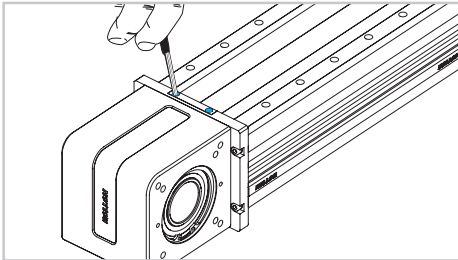

Fig. 5
- 4) Libérer la bande de protection en démontant la plaque sur la tête motrice (Fig. 5).